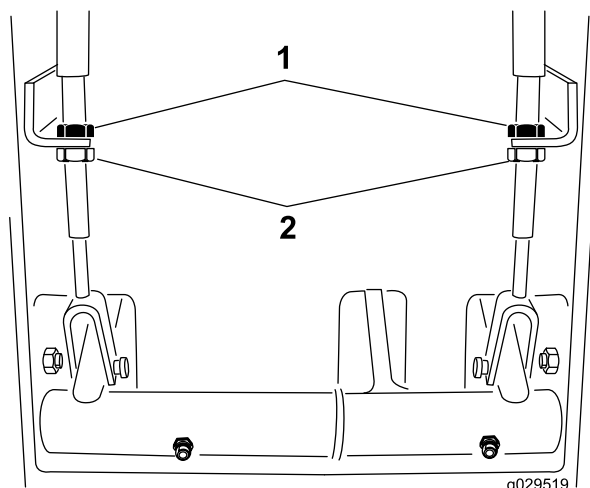

Figura 63
2. Para reduzir a folga dos pedais dos travões, aperte os travões desapertando as porcas de bloqueio frontal que se encontram na extremidade rosca do cabo dos travões (Figura 63).